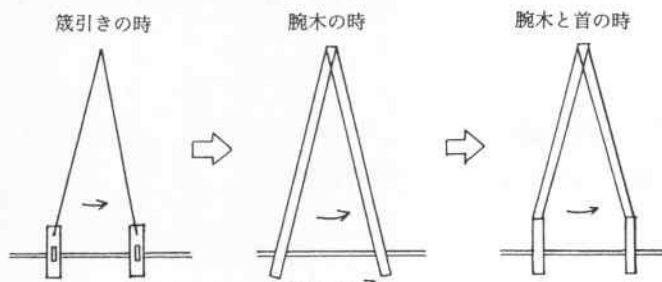

図19 箒束のあたり方
- ・図19に箴引きによる打ち方と、腕木による打ち方の違いを描いてみた。厳密に言えばさほど織っている上では腕木の違いはあまり苦にならないようだが、改良する前の形として見ることができる。箴引きがついているときは自動的に戻りやすいが、いつも引っ張られている状態なので、引いたときに重い感じがする。腕木の方が使用したとき軽い感じがする。振り子のように戻るだけなので、さほど引っ張られる感じがしないためだと思われる。